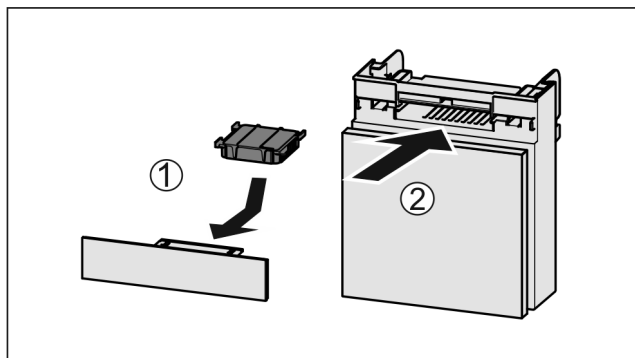

Fig. 194
- Umetnite filter s aktivnim ugljenom kao što je prikazano na slici Fig. 194 (1).
- Umetnite pretinac Fig. 194 (2).